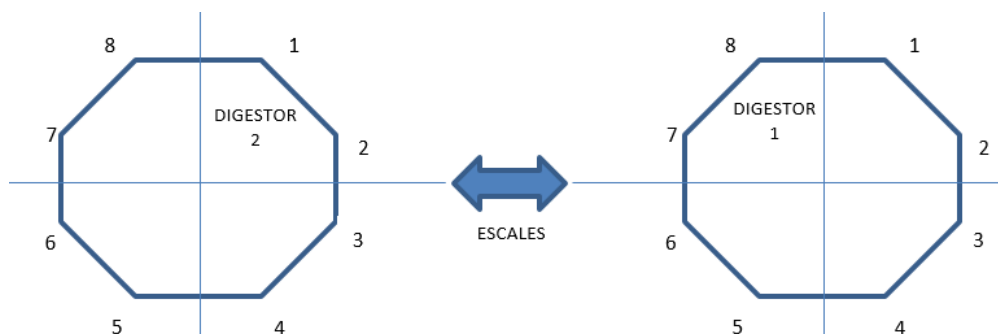

Figura 2. Posició numerada de cadascuna de les llances dels dos digestors
3. L'operador de sala acompanya a l'empresa de neteja als digestors i els mostra quines són les llances a netejar (Figura 2).